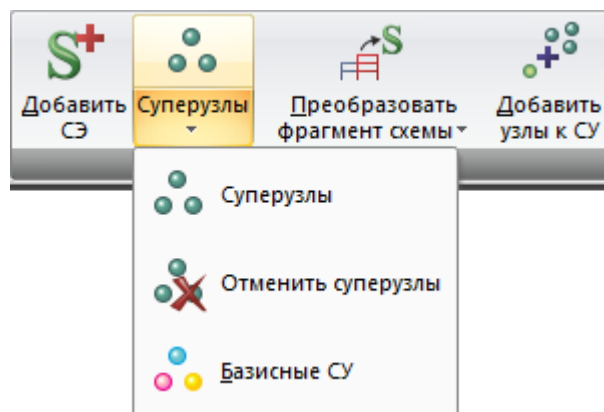

Рис. 57. Раскрывающийся список **Суперузлы**
**Суперузлы** (рис.57) – раскрывающийся список с заменой, который содержит операции по назначению суперузлов, их отмене и назначению базисных суперузлов.